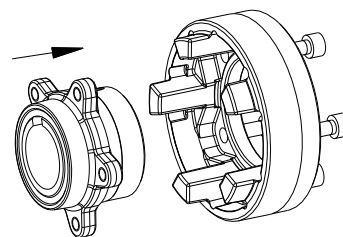

Bild 21: Montage vom Flanschnabe mit Nockenring
- Stecken Sie Flanschnabe und Nockenring zusammen (siehe Bild 21).